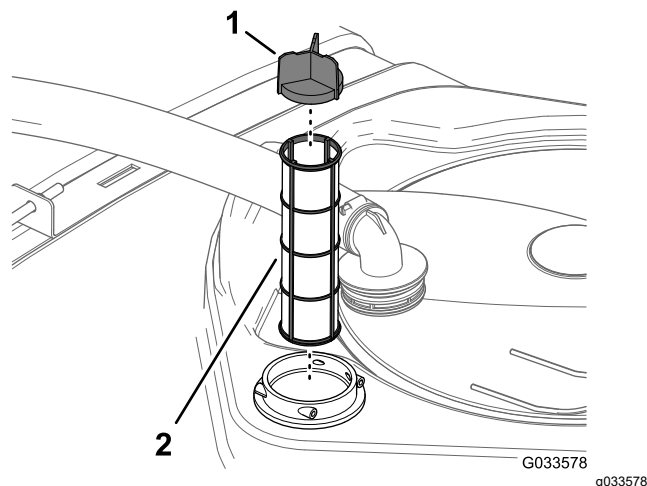

Bild 79
4. Ziehen Sie das Saugsieb aus dem Filtergehäuse im Behälter (Bild 79).